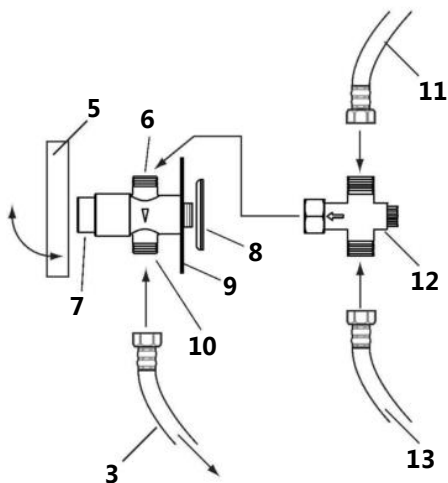

Fig. 3
8. Abra hacia arriba la placa de protección (5) del lavamanos.
9. Fije el grifo termostático (12) en la rosca (6) del grifo con accionamiento por rodilla (1) (fig. 3).
11. Fije el grifo con accionamiento por rodilla (10) junto con el grifo termostático (12) en el orificio de la placa metálica frontal (9) del lavamanos, de forma que el botón (7) del grifo con accionamiento por rodilla se encuentre delante.
12. Conecte el otro extremo del manguito (3) con el grifo con accionamiento por rodilla (10), enrosque el manguito en la rosca del grifo con accionamiento por rodilla (10) (fig. 3).
- Conecte con el manguito la toma de agua fría (11) y la toma de agua caliente (13) al grifo termostático (12). Con los tornillos (8) se puede regular la proporción de agua fría y caliente (fig. 3).